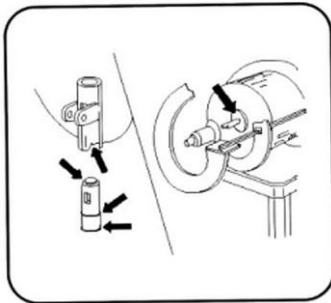

Fig. 14
15. De steder, der er markeret i fig. 14, skal fugtes med vand dagligt eller efter hver grundig rengøring.